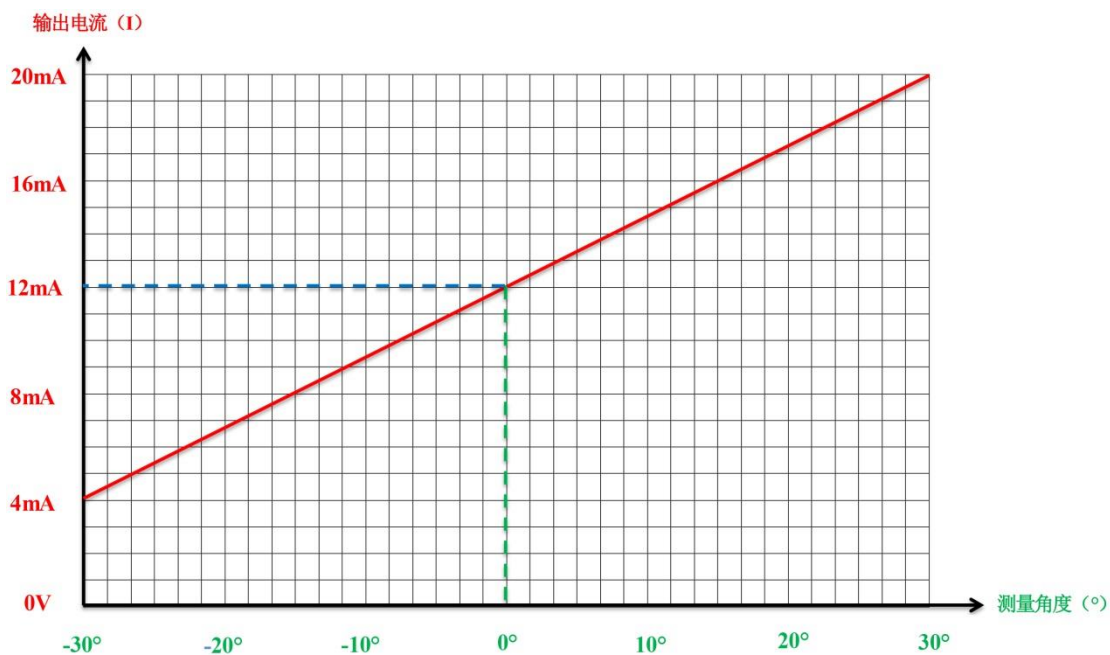

图 1 角度测量范围
例如 QKQH-104F-30-A420-6C9 : 表示 0~60° (±30°) 测量范围 , 4~20mA 线性输出电流信号 , 如图 1 所示 ;
1) 传感器的安装面与被测量面固定必须紧密、平整、稳定，如果安装面出现不平容易造成传感器测量夹角误差。见图1、2